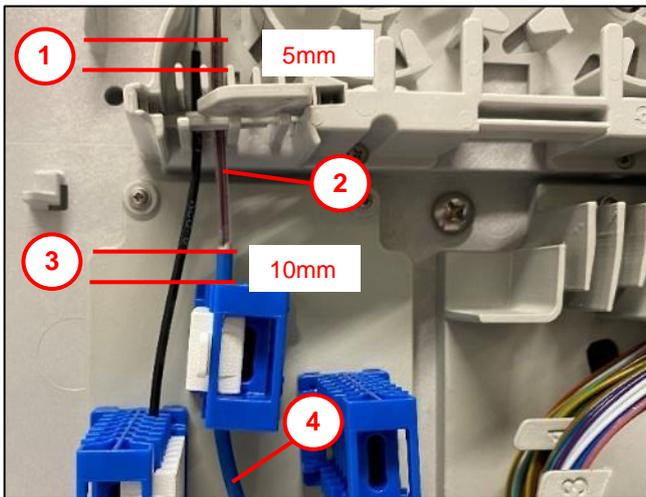

Abb. 35
- Mikrokabel (1) in die Klemmplätze (2) eindrücken, Absetzmaß oberhalb der Klemmplätze siehe Abb. 35.
- Gf-Mikrokabel (1) oberhalb des Gf-Führungskanals (2) absetzen (Absetzmaß siehe Abb. 35).
- Gf-Mikrokabel mittels Fixierteilen (3) im Gf-Führungskanal fixieren.